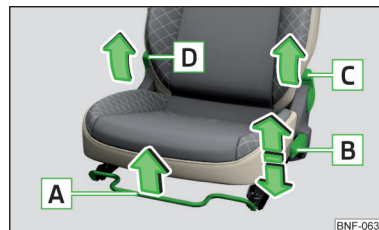

Fig. 50
## Betjeningselementer på førersædet » Fig. 50
- » Træk i armen **D** » Fig. 50, og klap ryglænet frem.